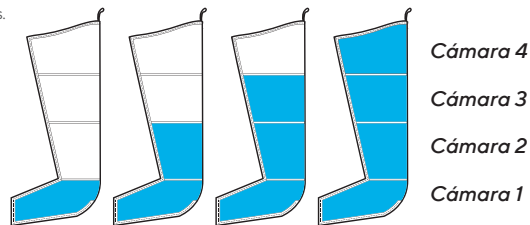

Figura 1 - Modo de ciclo Secuencial
- Se aplica un masaje direccional desde la base de la zona tratada que continúa hacia arriba en dirección al torso y luego se libera (ver Figura 1).